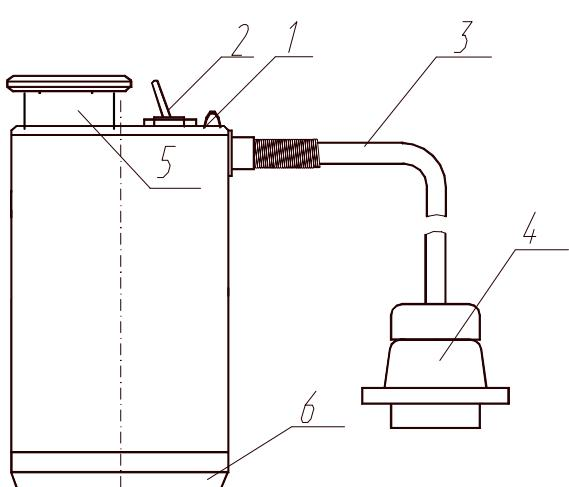
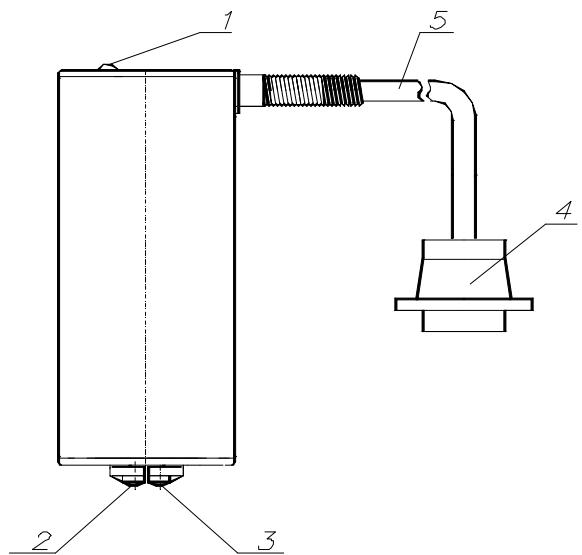

Рис. 4.3.3. Преобразователь ПС-
Рис. 4.3.4. Преобразователь ПИ-
4.3.2. Дефектоскоп комплектуется тремя преобразователями: - преобразователем ПС-101 с ударным электромагнитным вибратором и микрофонным приемником упругих колебаний (рис.4.3.3.); - пьезоэлектрическим раздельно-совмещенным преобразователем ПИ-101 (рис.4.3.4.) и совмещенным преобразователем ПИ-201. На верхней крышке каждого преобразователя установлен светодиод 1, сигнализирующий о наличии в изделии дефекта. Преобразователи соединяются с электронным блоком кабелями длиной 1 м.